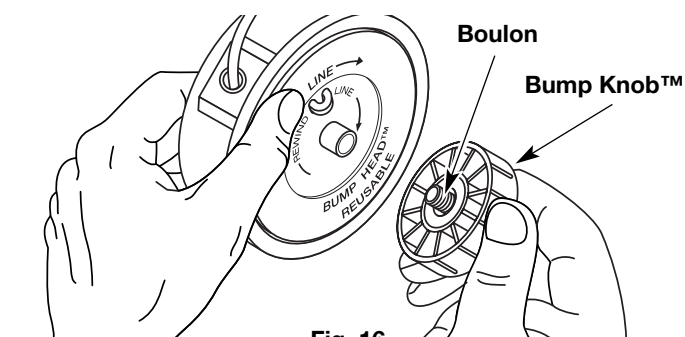

Fig. 16
1. Tenez la bobine extérieure d'une main et dévissez le bouton de butée vers la gauche (Fig. 16). Inspectez le bouton à l'intérieur du bouton de butée pour vous assurer qu'il se déplace librement. Remplacez le bouton de butée s'il est endommagé.
1. Tenez la bobine extérieure d'une main et dévissez le bouton de butée vers la gauche (Fig. 16). Inspectez le boulon à l'intérieur du bouton de butée pour vous assurer qu'il se déplace librement. Remplacez le bouton de butée s'il est endommagé.